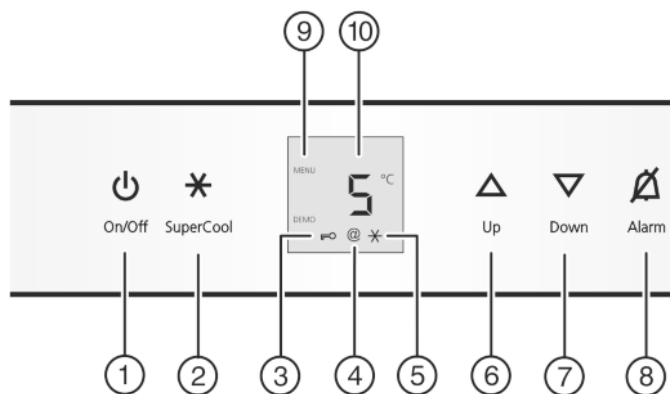

Fig. 2
- ▶ Taste On/Off Fig. 2 (1) drücken.
- Das Symbol SmartDevice-Box Fig. 2 (4) wird angezeigt und blinkt -> Die SDB ist nicht verbunden.
- Das Symbol SmartDevice-Box Fig. 2 (4) wird angezeigt und blinkt nicht -> Die SDB ist verbunden.
- Das Symbol SmartDevice-Box Fig. 2 (4) wird nicht angezeigt -> Die SDB ist nicht aktiv, wurde nicht korrekt eingesteckt oder der SDB-Konnektor wurde nicht korrekt installiert.
- ▶ Einstellmodus aktivieren: Taste SuperCool Fig. 2 (2) ca. 5 s drücken.
- ▷ Das Symbol Menu Fig. 2 (9) leuchtet.
- ▶ Mit Einstelltaste Up Fig. 2 (6) und Einstelltaste Down Fig. 2 (7) **2** wählen.
- ▶ Die Taste SuperCool Fig. 2 (2) kurz drücken, um zu bestätigen.
- ▶ Mit Einstelltaste Up Fig. 2 (6) und Einstelltaste Down Fig. 2 (7) **20** wählen.
- ▶ Mit Einstelltaste Up Fig. 2 (6) und Einstelltaste Down Fig. 2 (7) **21** wählen.
- ▶ Mit Einstelltaste Up Fig. 2 (6) und Einstelltaste Down Fig. 2 (7) **2d** wählen.
- ▶ Mit Einstelltaste Up Fig. 2 (6) und Einstelltaste Down Fig. 2 (7) **2H** wählen.
- ▶ Mit Einstelltaste Up Fig. 2 (6) und Einstelltaste Down Fig. 2 (7) **2L** wählen.
- ▶ Einstellmodus deaktivieren: Taste On/Off Fig. 2 (1) drücken.
- ▶ Einstellmodus aktivieren: Taste SuperCool *Fig. 2 (2)* ca. 5 s drücken.
- ▶ Die Taste SuperCool *Fig. 2 (2)* kurz drücken, um zu bestätigen.
- ▶ Zum Einschalten der Kindersicherung Taste SuperCool *Fig. 2 (2)* kurz drücken.
- ▷ Das Symbol Kindersicherung *Fig. 2 (3)* leuchtet. In der Anzeige blinkt **c**.
- ▶ Zum Ausschalten der Kindersicherung Taste SuperCool *Fig. 2 (2)* kurz drücken.
- ▷ Das Symbol Kindersicherung *Fig. 2 (3)* erlischt. In der Anzeige blinkt **c**.
- ▶ Einstellmodus deaktivieren: Taste On/Off *Fig. 2 (1)* drücken.